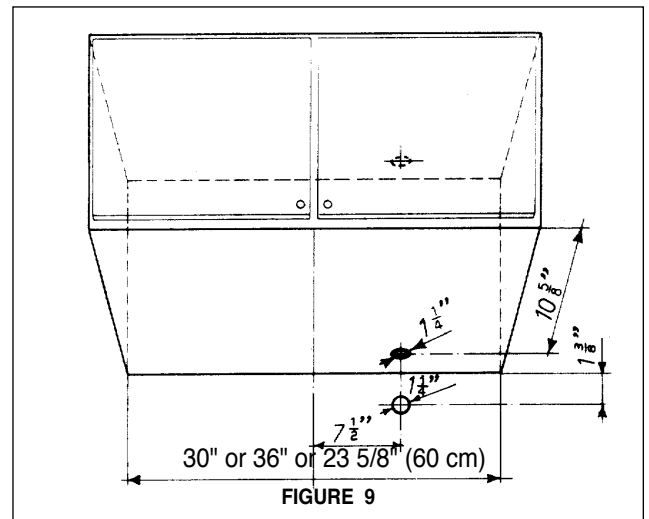

FIGURE 9
5. Déterminer l'emplacement approprié pour le câble d'alimentation. Deux emplacements possibles sont illustrés à la **FIGURE 9**. Utiliser une mèche de 1 1/4 po pour faire un trou et y passer le câble d'alimentation. Utiliser du calfeutrage pour sceller tout autour du trou. NE PAS mettre en circuit tant que l'installation n'est pas complétée.